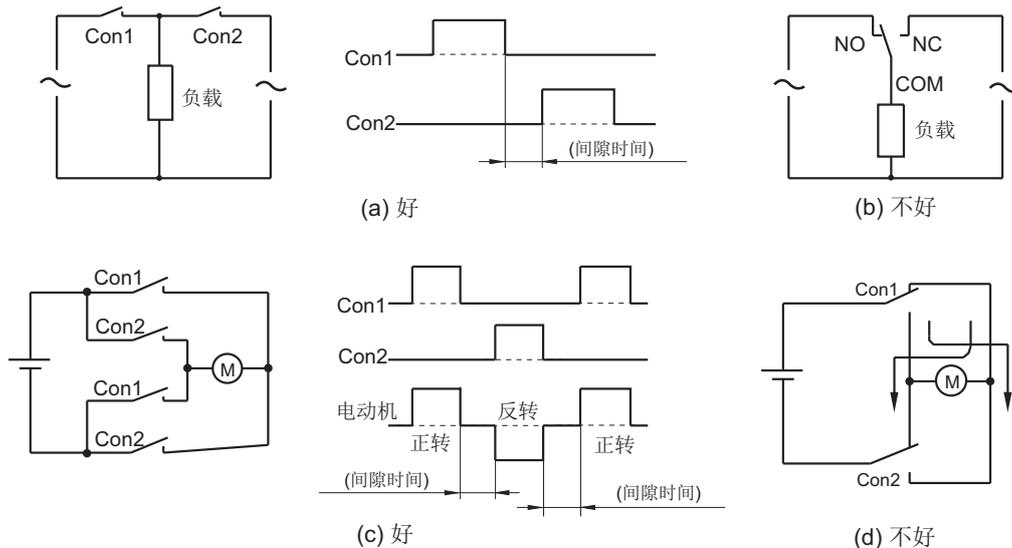

图 5
在电路中，应考虑以下几点(参见图5):
1) 一般继电器的触点间隙都比较小，应考虑到可能由于触点间电弧引起短路的情况。请不要使用图5(b)的电路。推荐使用图5(a)所示电路，并在触点Con1和Con2动作之间设定一定的间隔时间。
2) 注意不要使用图5(d)所示的用两组转换触点构成电动机正、逆转电路。推荐使用图5(c)所示电路，但是请不要对触点施加过电流，以防止由于无法拉断电弧导致NO, NC触点发生短路，进而引起电源短路。